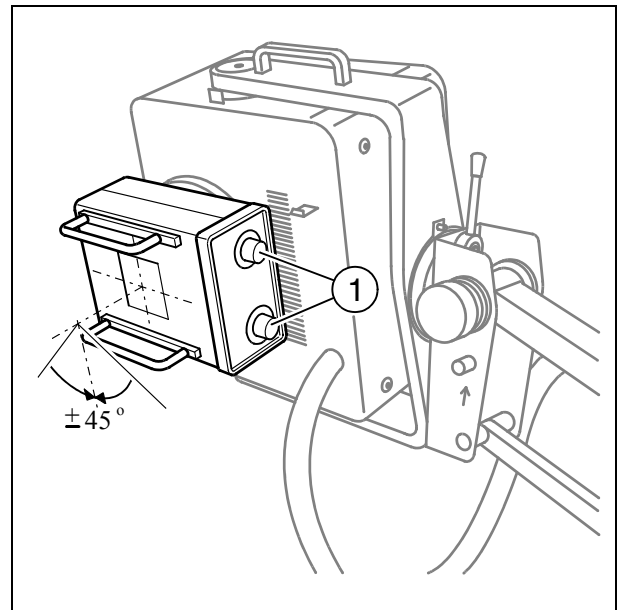

Fig. 4
- Doppelschlitzeblende auf leichtgängige Verdrehbarkeit $\pm 45^\circ$ prüfen (Fig.4).
- Durch Drehen der Blendeneinstellgriffe (1/ Fig.4) die Leichtgängigkeit und Gleichmäßigkeit der Formateinstellung (Lamellenpaare) überprüfen.